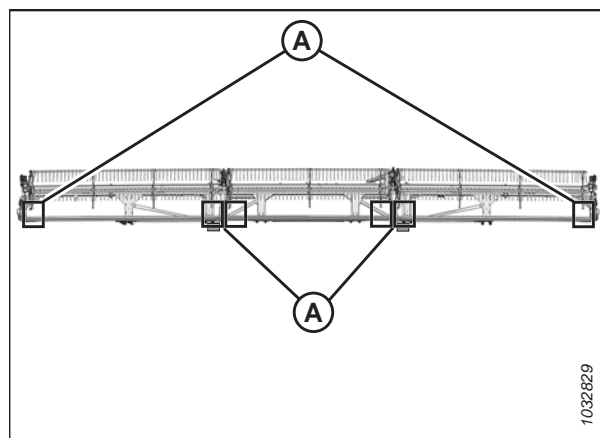

Figura 4.284: Ubicaciones de medición FlexDraper®: molinete triple
- Plataformas de molinete triple: Figura 4.284, página 683